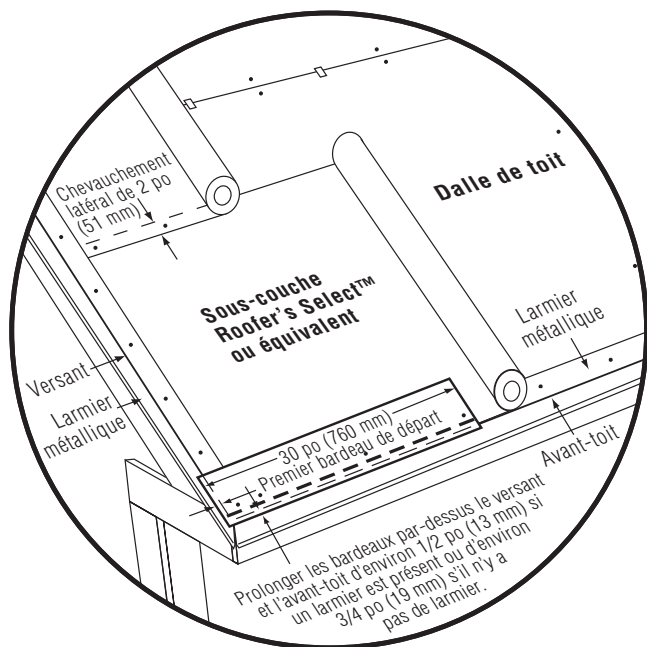

Figure 10-7: Détail de la sous-couche, du premier bardeau de départ et du larmier pour une pente standard.
3. Continuer le rang de départ en posant des bardeaux entiers le long de l'avant-toit (figure 10-7).